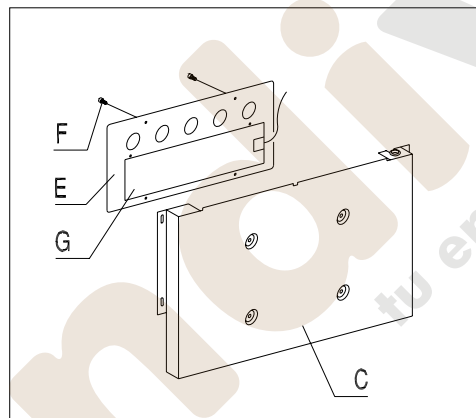

FIG. 18
- 9) Desenroscar los tornillos ref. F FIG. 18 para quitar la placa ref. E FIG. 18 en la que hay pegada la resistencia ref. G FIG. 18.